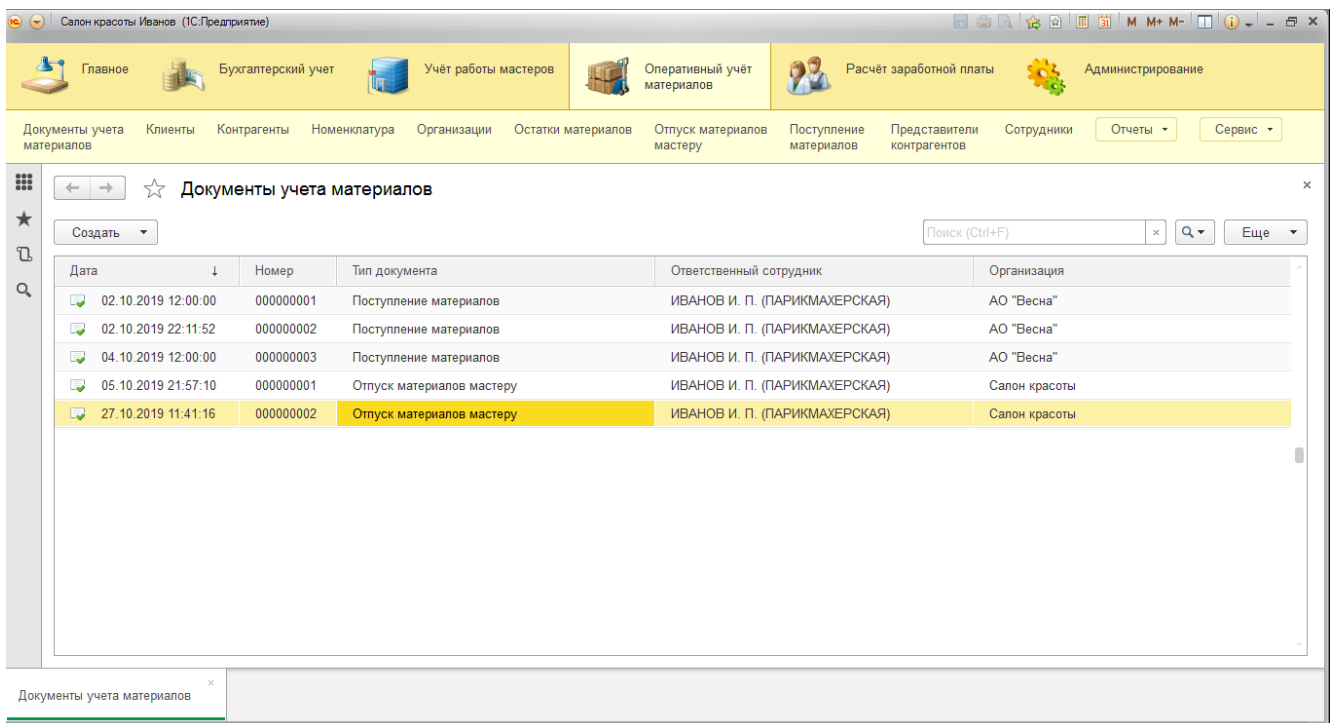

Рисунок 14.10 - Журнал документов в режиме 1С:Предприятие
26. В режиме 1С:Предприятие наш журнал позволит просматривать список документов разных типов, включенных в него, рисунок 14.10.